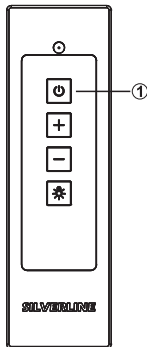

Abb. 14
- ➔ Drücken über Fernbedienung (☺) die Tasten (Abb. 14).